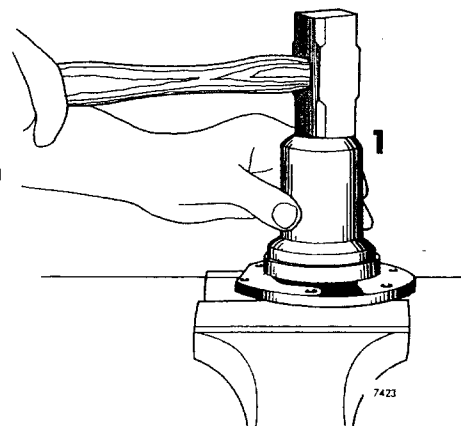

Fig 09-8. Montering av tätning
3. Sätt fast de nya tätningarna, se fig 09-8. Tätningarna skall vändas med läpparna utåt. Fyll utrymmet mellan ringens båda läppar med fett.